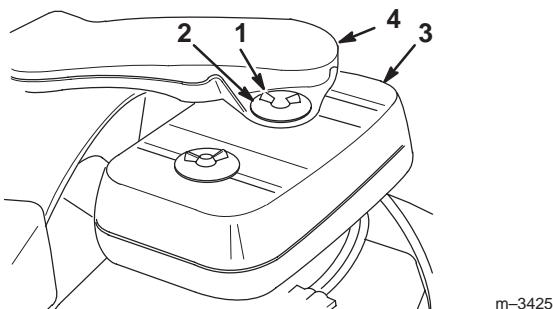

Bild 26
- Reinigen Sie den Bereich um den Luftfilter herum, um zu verhindern, dass Schmutz in den Motor fällt und Schäden verursacht (Bild 26).
- Entfernen Sie die Flügelschrauben, die Scheiben, den Ansaugschacht und den Luftfilterdeckel (Bild 26).
- Bringen Sie die Flügelschrauben, Scheiben, den Ansaugschacht und den Luftfilterdeckel, die Sie vorher entfernt hatten, wieder an (Bild 26).